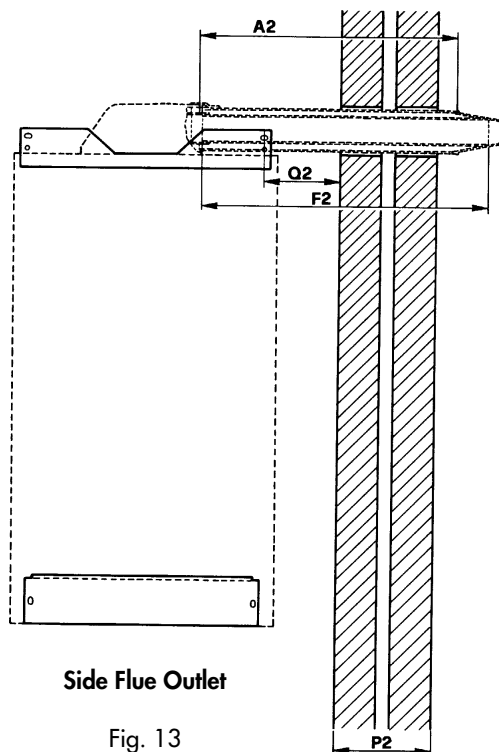

Fig. 13
4.2 Side Flue Outlet (fig. 13).